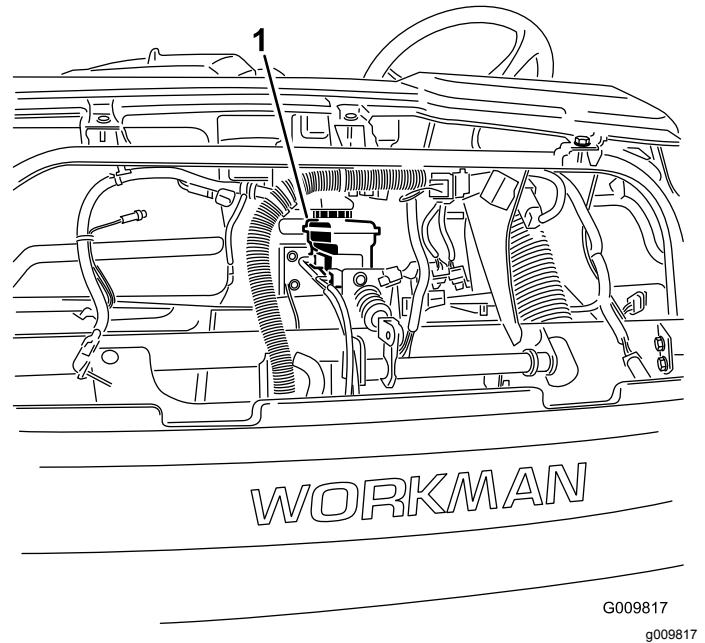
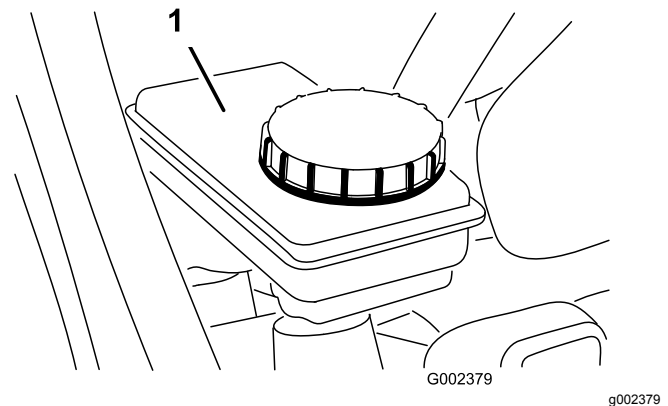

Figura 26
Figura 27
3. Compruebe el nivel del depósito del líquido de frenos (Figura 26 y Figura 27).
- A. Limpie la zona alrededor del tapón del depósito (Figura 27).
- B. Retire el tapón del depósito (Figura 27).
- C. Añada la cantidad especificada de fluido hidráulico hasta la línea Lleno del depósito (Figura 27).
D. Instale el tapón (Figura 27).